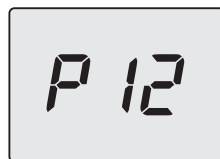

Figura 5.44
- Scorrere i vari parametri utilizzando i tasti 13 (indietro) o 15 (avanti) fino a far apparire sul display LCD le lettere **P12** che si alternano con il valore del parametro (Figura 5.44).